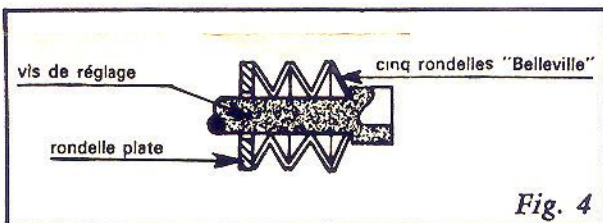

Fig. 4
- Remonter comme indiqué sur la figure 4 les rondelles «Belleville» ainsi que la rondelle plate sur la vis de réglage.
Attention ! Ces rondelles «Belleville» doivent être obligatoirement montées de cette façon, sinon le levier de frein ne revient pas en position de repos (fig. 4).